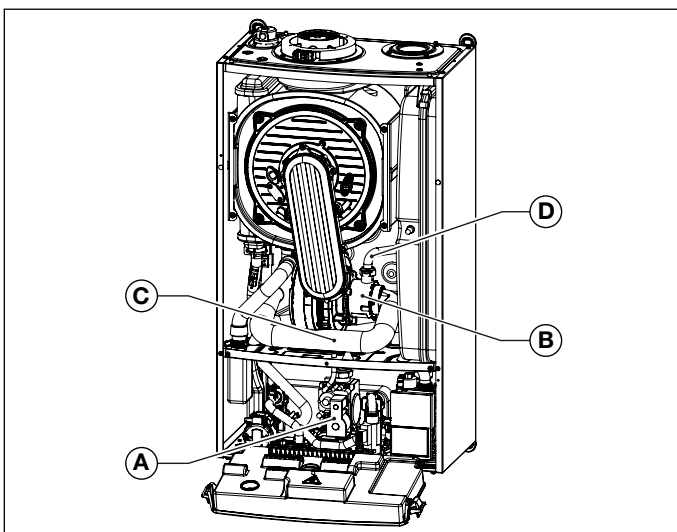

Рис. 26 Забірна труба
- Зняти трубку всмоктування повітря, викрутивши попередньо гвинт, яким вона кріпиться до змішуючого вузла (дивись Рис. 26 Забірна труба).
- Від'єднайте газову трубку від змішуючого вузла (дивись Рис. 26 Забірна труба).